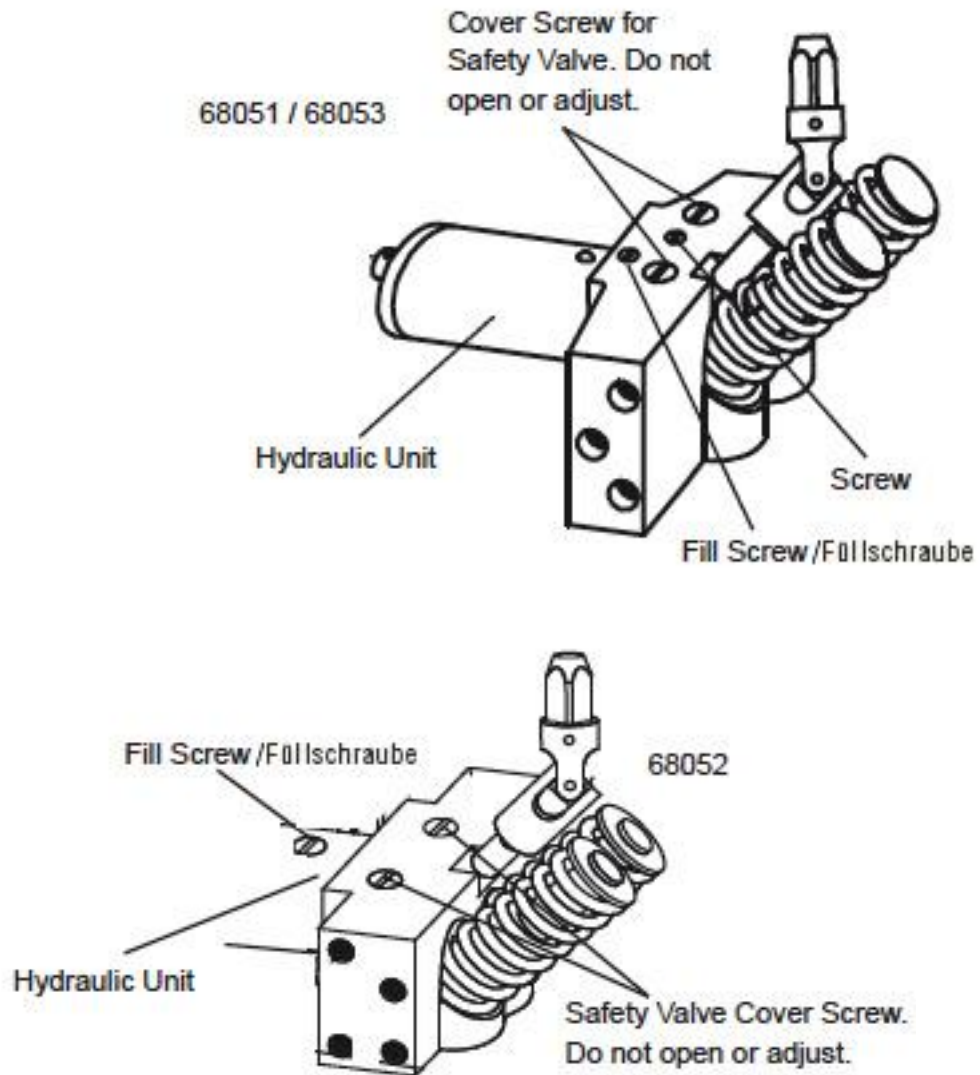

Fig.1
1. Lockern Sie die Füllschraube (Fig. 1)
5. Ziehen Sie die Füllschraube wieder fest. (Fig. 1)